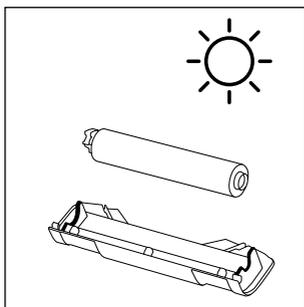

Fig. 37
- ◆ Lăsați rola perie **6** și protecția de stopire **7** să se usuce complet înainte de a le atașa din nou la aparat (a se vedea fig. 37).